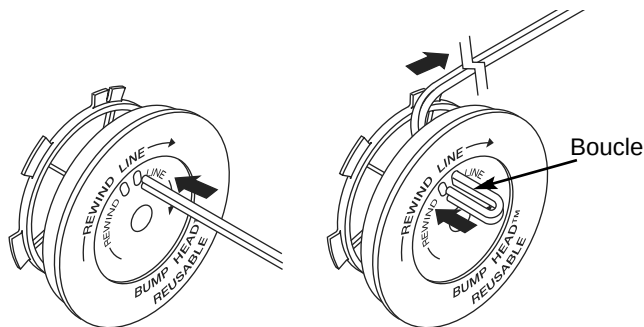

Fig. 20
8. Découpez environ 2,5 m (8 pi) de fil neuf. Insérez une extrémité de fil dans l'un des deux trous du moulinet intérieur (Fig. 20). Tirez le fil jusqu'à ne laisser que 10 cm (4 po) environ.
9. Insérez l'autre extrémité du fil dans le trou ouvert du moulinet et tirez sur le fil pour que la boucle soit le plus petit possible (Fig. 20).